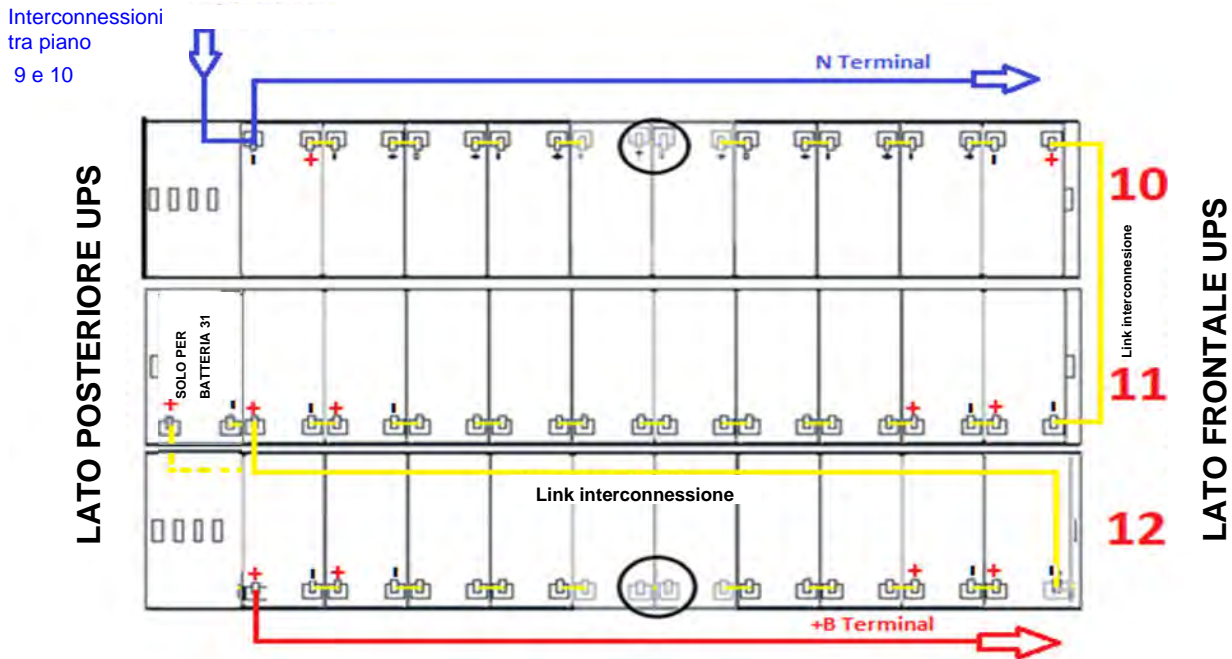

Figura 19 - Vista dall'alto Piano N°4 con connessioni batterie
12) Cablare il piano come indicato nella figura 19. **Lasciare scollegati i ponticelli cerchiati.**